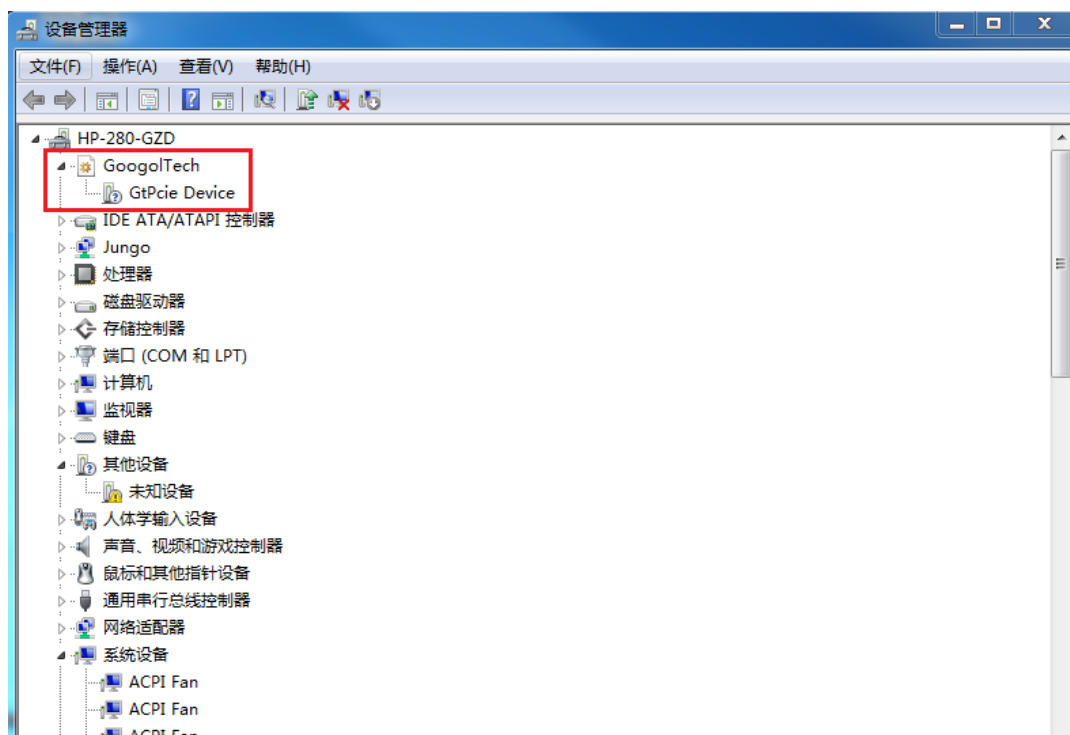

图 2-7 控制器驱动程序安装界面 7
(9) 安装成功后,打开设备管理器,可以看到驱动已经安装成功,如图 2-7 所示。